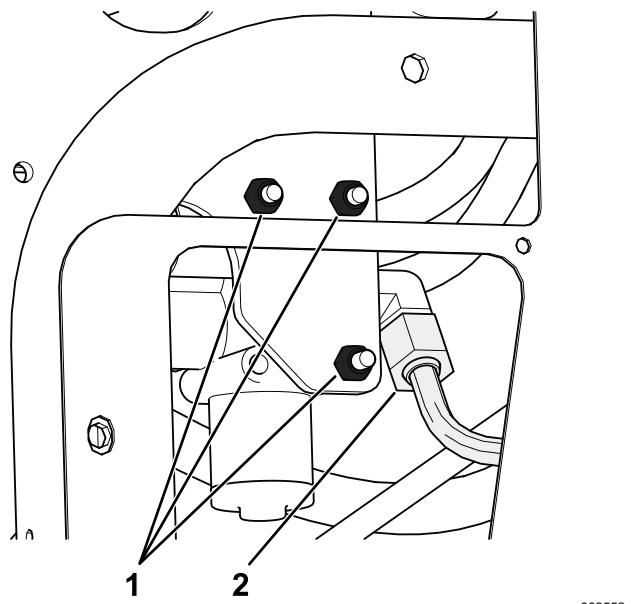

Figura 5
- Retire los 3 pernos y las tuercas que fijan la válvula de elevación existente al bastidor y sepárela del bastidor para poder retirar el acoplamiento en T (340-94), tal y como se muestra en la Figura 5.